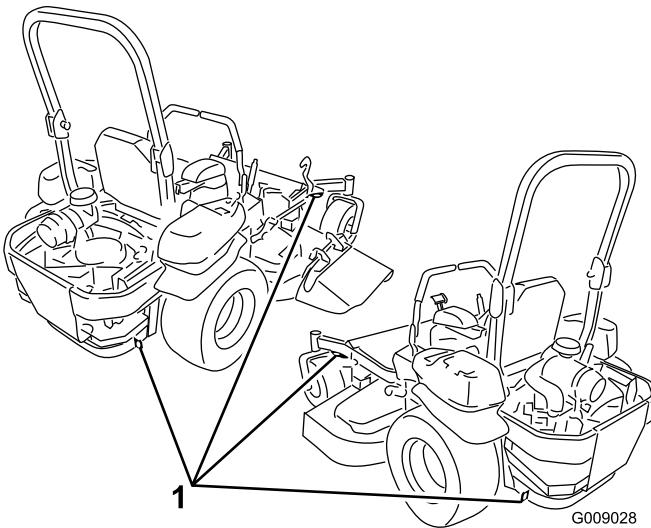

Figure 38
- Servez-vous des points d'attache en métal de la machine pour arrimer solidement la machine sur la remorque ou le véhicule utilitaire avec des sangles, des chaînes, des câbles ou des cordes (Figure 38).